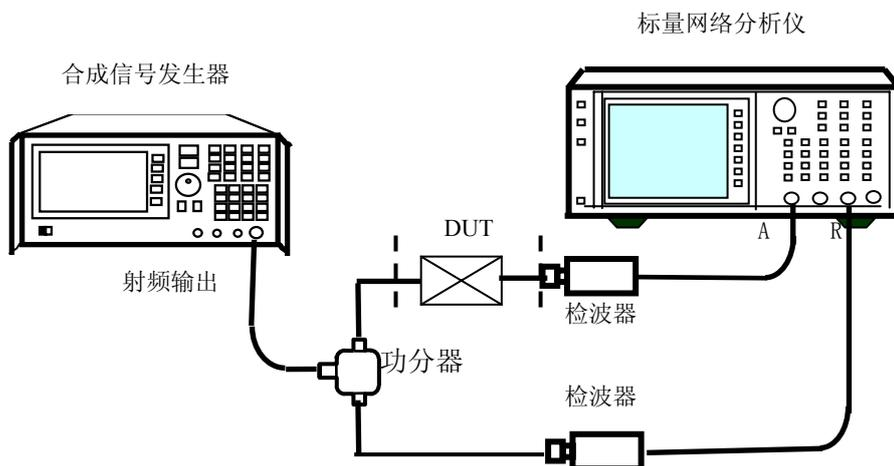

图 5-6 双通道传输测量系统配置
当 DUT 与源不能良好匹配时，常利用功分器的双通道比值测量方法，其系统配置如图 5-6。这种方法可以消除参考端口（R）和 DUT 输入端功率差异的影响，特别适用于插入损耗低、输入阻抗匹配差或者信号源稳定性差等情况下的传输测量。而且，在测量有源器件的增益时，这种测量方案不需要在每次变更功率电平时进行校准，能够降低源失配造成的纹波。
双通道测量系统配置如图 5-6 所示，在进行传输测量的一般步骤如下：
- a) 如图 5-6 所示搭建自动标量网络测试系统；
- b) 按图 5-6 搭建自动标量网络测试系统；